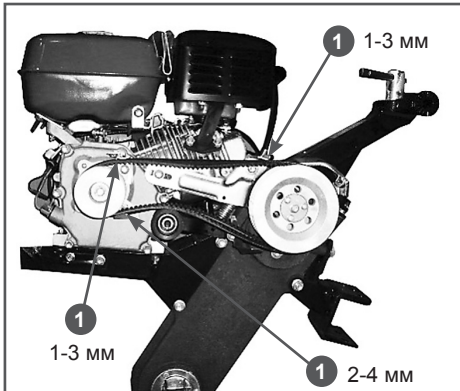

Рис. 10 Регулировка расстояния между ремнем и ограничительными скобами
Отпустите крепежные болты на ограничительных скобах ремня (1) Рис.10. Отрегулируйте зазор между ограничительными скобами и самим ремнем, как указано на рисунке (при этом действии сцепление должно быть выжатым).